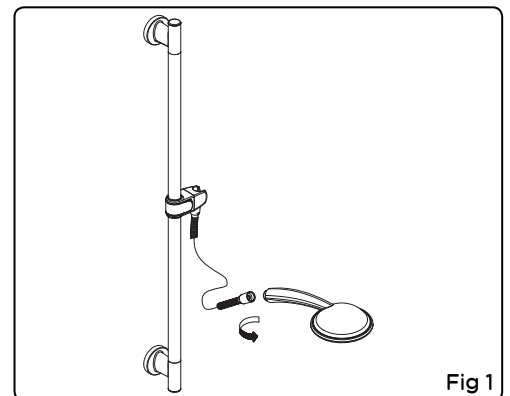

Fig 1
1. Remove handshower from hose by unscrewing hose conical counter-clockwise (Fig 1).
1. *Tourner la douche à main dans le sens contraire des aiguilles d'une montre pour la détacher du flexible (fig. 1).*
1. *Quite la ducha de mano de la manguera desenroscando la sección cónica de la manguera en sentido antihorario (fig. 1).*